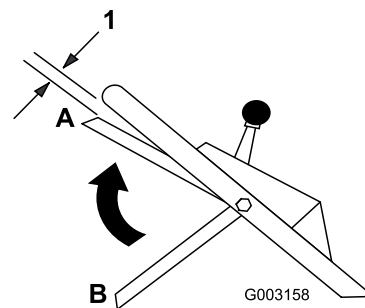

Figura 16
9. Alzate la barra di comando della lama fino a 2,5 cm circa sotto la maniglia; vedere posizione A nella Figura 16.